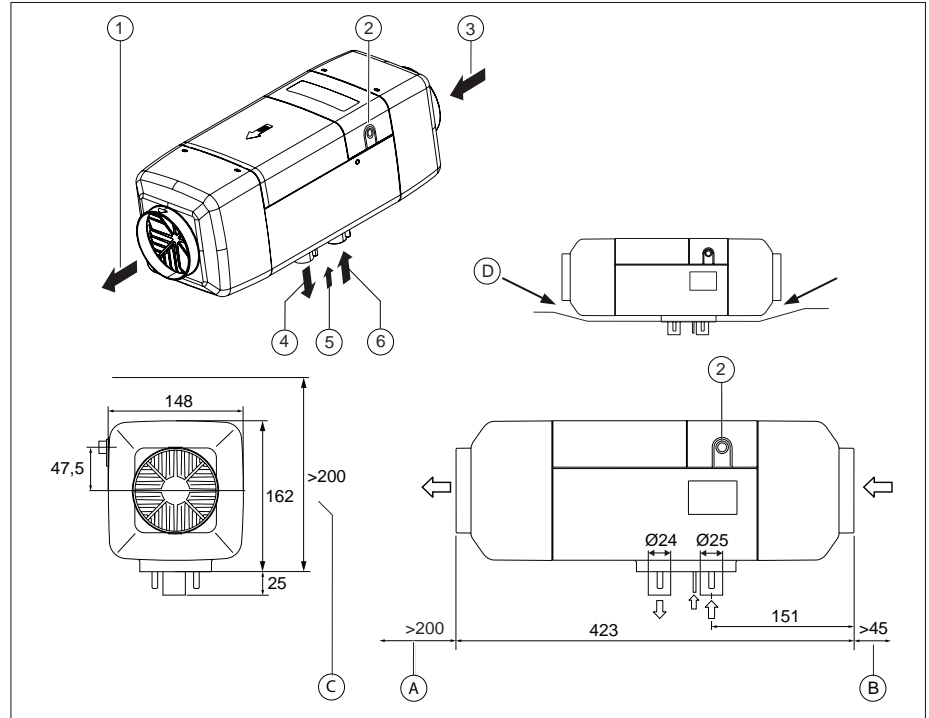

Fig. 02: Mått och platsbehov (i mm)
- ✓ Apparatens platsbehov måste vara uppfyllt (se Fig. 02).